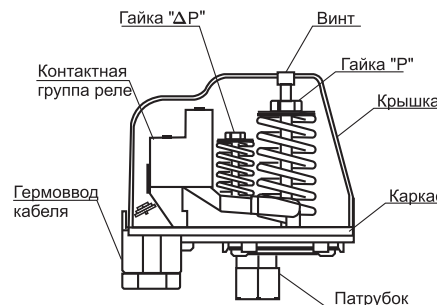

Рис. 1
5.1. Реле давления состоит из следующих основных элементов (рис. 1):
7.1. Для изменения нижнего и верхнего порогов давления (давления включения или отключения электронасоса) следует снять крышку реле давления, вывинтив пластмассовый винт, и изменить силу затяжки соответствующих пружин реле (рис. 1).